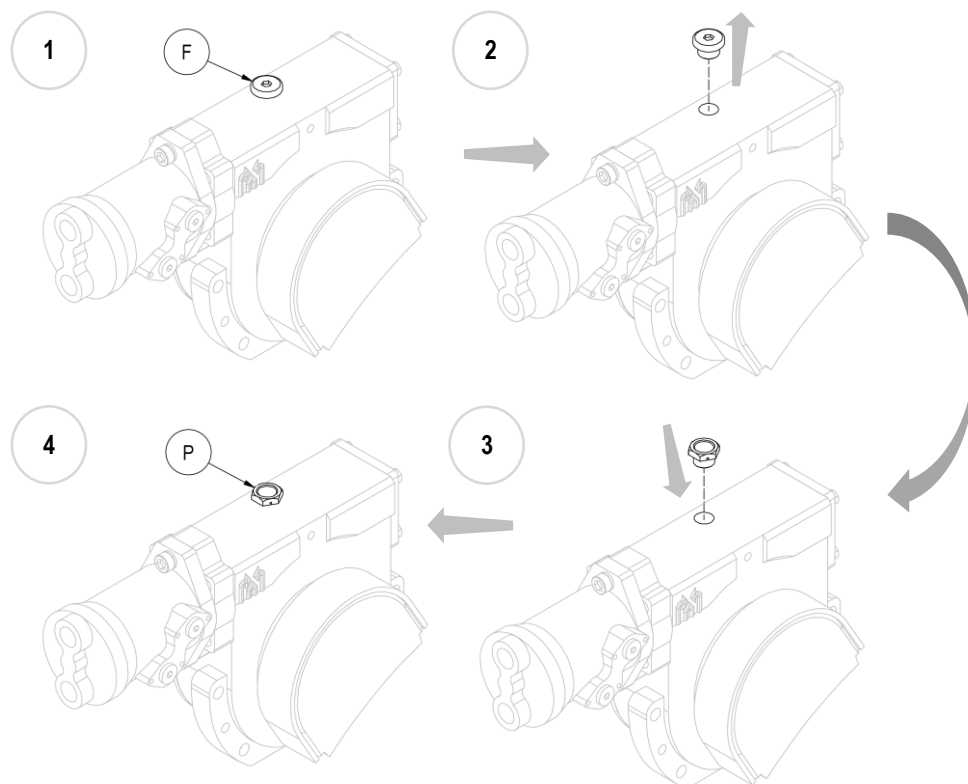

Figura 5
10. **N.B.** Con el implemento montado, reemplaze el tapón de llenado de aceite de hierro ciego (F) por el de plástico suministrado (P), equipado con un respiradero (mira Figura 5).